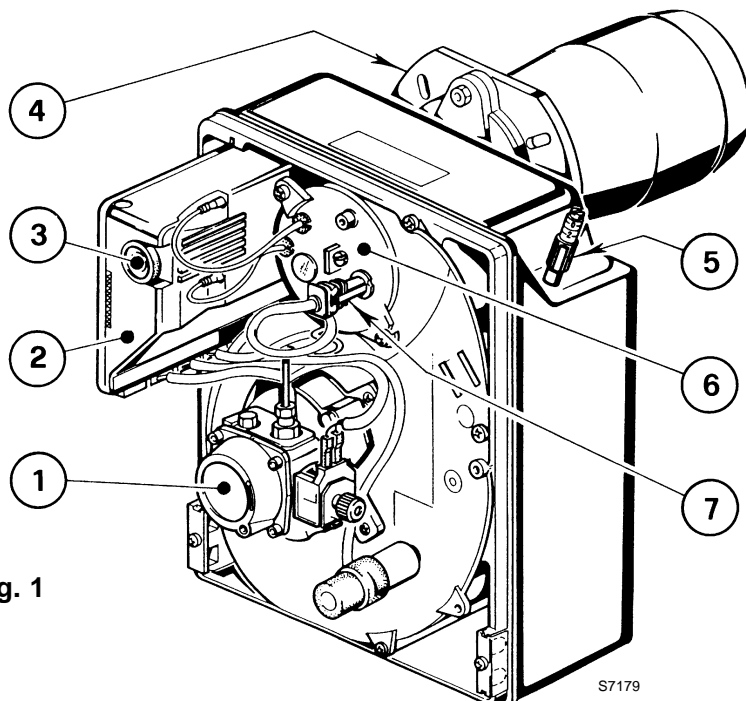

Fig. 1
- Die Reinigung des Photowiderstandes ausführen, (7, Abb. 1, Seite 1).
Nachfolgend finden Sie einige denkbare Ursachen und Abhilfemöglichkeiten für Störungen, die den Betrieb des Brenners beeinflussen oder einen nicht ordnungsgemäßen Betrieb des Brenners verursachen könnten. In den meisten Fällen führt eine Störung zum Aufleuchten der Kontrolleuchte in der Entstörtaste des Steuergeräts (3, Abb. 1, S. 1).